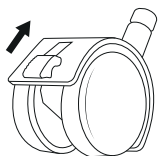

Fig. 1
- ▶ Træk aldrig produktet ved at trække i ledningen ❸, når du transporterer det på hjulene ❸/❹.
- ◆ For at produktet lettere kan transporteres, er det udstyret med fire hjul ❸/❹. Løsn låsearmene på de to hjul ❹ ved at trykke armene op (se fig. 1). Nu kan produktet nemt køres omkring.